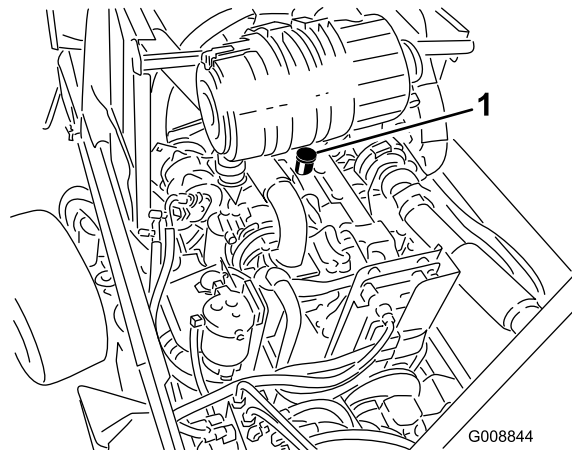

Рисунок 61
3. Если масло ниже метки "Low" ("Низкий уровень"), снимите крышку маслозаливной горловины (**Рисунок 61**) и добавляйте масло до тех пор, пока его уровень не достигнет метки "Full" ("Заполнено"). **Не допускайте переполнения.**